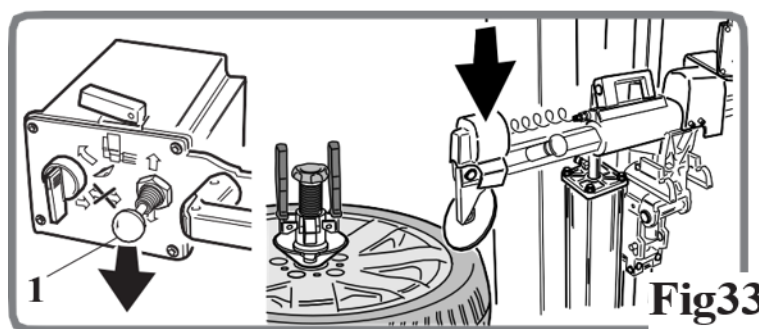

Fig33
- Bevæg lodret ved hjælp af kontrol (1, Fig33)